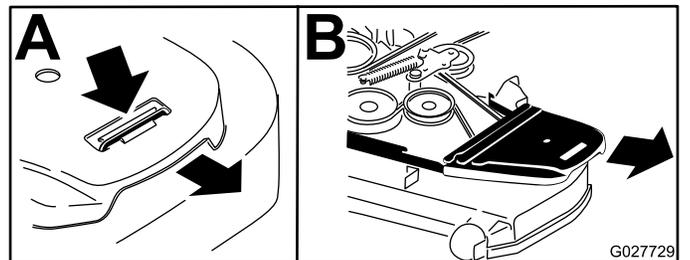

Figure 92
4. Appuyez sur la languette et déposez le couvercle de la courroie (Figure 92).